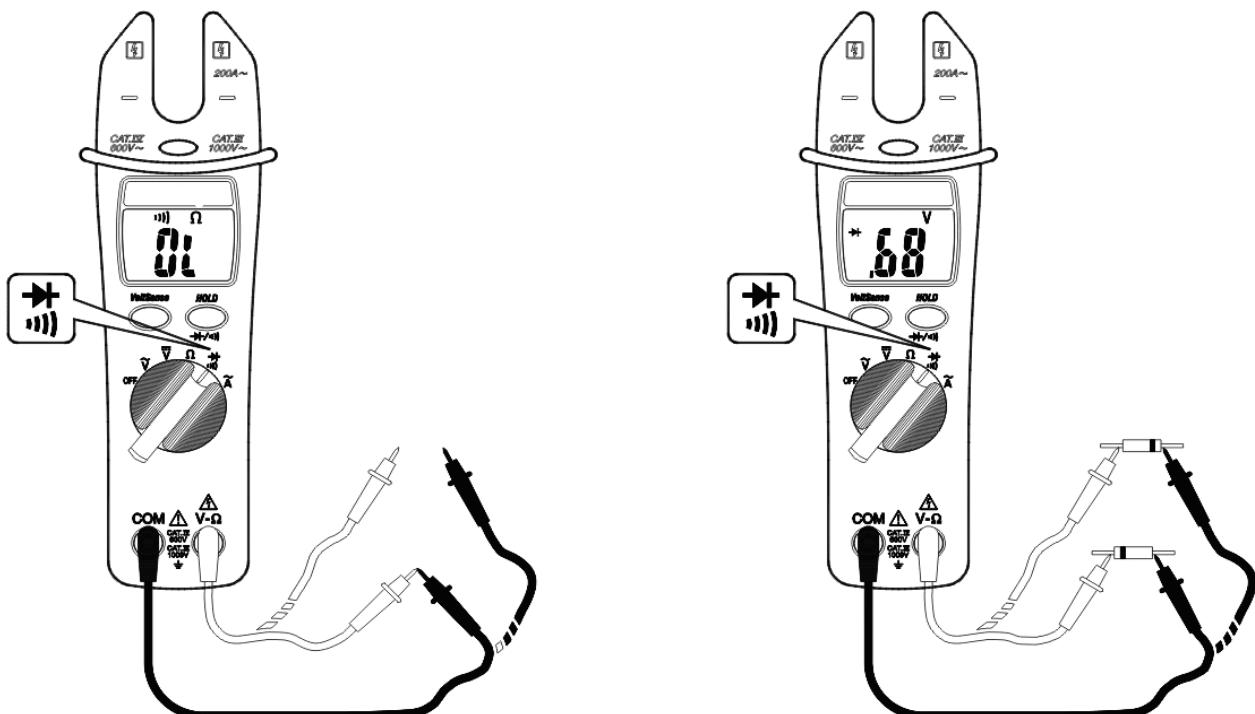

Fig. 7: Forbindelse ved gennemgangstest og diodetest
3. Indsæt den røde testledning i V-Ω bøsningen og den sorte testledning i COM bøsningen og udfør gennemgangstest på det objekt du vil teste (se Fig. 7 – venstre side). Der kommer en Brummer-lyd, hvis den målte modstandsværdi er mindre end ca.  $50\Omega$ .
5. Forbind den røde testledning til den anode der skal testes og den sorte testledning på katoden (se Fig. 7 – højre side). Den korresponderende grænsespænding for P-N forbindelsen er vist i displayet.